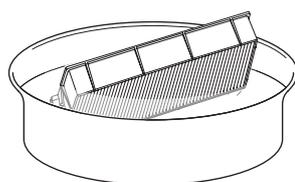
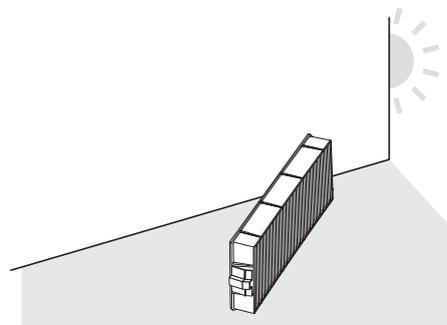

Fig. 1
Fig. 2
2) Retirez le couvercle de filtre à air. (Fig. 1)
- Sortez le filtre principal des languettes du projecteur tout en appuyant légèrement vers l'intérieur sur la poignée au centre du cadre, sur le côté de la borne de connexion (arrière) comme l'indique la flèche, puis retirez le filtre principal. (Fig. 2)
1) Lavez le filtre à air. (Fig. 1)
2) Séchez le filtre à air. (Fig. 2)
- Mettez le préfiltre dans les griffes (3 positions) sur un côté du couvercle de filtre à air (Fig. 1), puis poussez chaque partie lentement dans le sens des flèches dans les griffes (3 positions) de l'autre côté (Fig. 2). Assurez-vous qu'il n'y a aucun dommage ou déformation au niveau des zones de préfiltre avec les griffes lors de la fixation.
- 2) **Retirez le cache de lampe. (Fig. 1)**
- 3) **Retirez la lampe. (Fig. 2)**